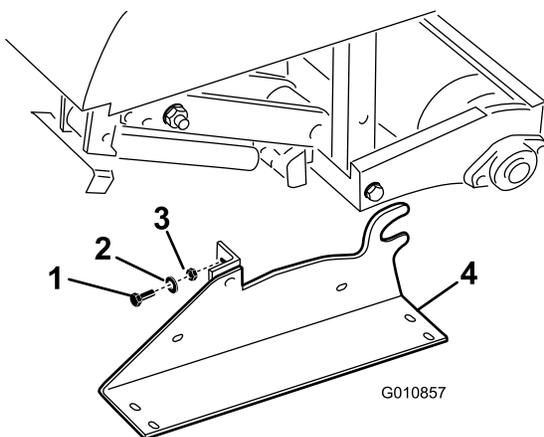

図 31
2. 保管用スタンドとエアレータとを接続しているボルトとロック・ワッシャとナットを取り外す (図 31)。